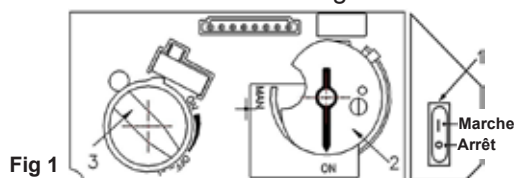
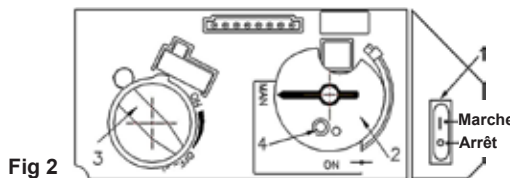
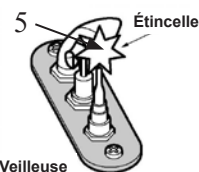

Fig 1
Fig 2
Fig 3 Veilleuse
2. **METTEZ L'INTERRUPTEUR Marche-arrêt (1) EN POSITION ARRÊT.**
- Attendez cinq (5) minutes pour laisser échapper tout le gaz. Vérifiez autour de l'appareil et près du plancher s'il y a une odeur de gaz. Si c'est le cas, **ARRÊTEZ!** Passez à l'étape B des consignes de sécurité ci-dessus. S'il n'y a pas d'odeur de gaz, passez à l'étape suivante.
3. **ALLUMAGE AUTOMATIQUE** (fig. 1) : Repérez la veilleuse (fig. 3) à gauche dans la boîte de foyer.
- Mettez l'interrupteur Marche-arrêt (1) à la position MARCHÉ, le bouton MAN (2) à la position ON; réglez le bouton d'ajustement des flammes (3) au réglage le plus bas (☺);
- Lorsque la veilleuse s'allumera, le bouton d'ajustement des flammes (3) tournera automatiquement au réglage le plus haut;
4. **ALLUMAGE MANUEL** (fig. 2) : Avec la fenêtre enlevée, repérez la veilleuse (fig. 3) à gauche dans la boîte de foyer;
- Interrupteur Marche-arrêt (1) à la position MARCHÉ, bouton MAN (2) à la position MAN; réglez le bouton du thermostat (3) à la température la plus basse (☺);
- À l'aide d'un objet pointu comme un stylo, appuyez sur le centre métallique (4) pour établir l'arrivée du gaz à la veilleuse;
- Toujours en appuyant sur le centre métallique (4), allumez le gaz à la veilleuse (5) avec une allumette;
- Continuez d'appuyer sur le centre métallique (4) pour à peu près 10 secondes; relâchez et la veilleuse restera allumée.
- Si la veilleuse s'allume mais ne reste pas allumée après plusieurs essais, tournez le bouton d'alimentation de gaz (3) à la position "OFF" (☺) et appelez votre agent de service ou votre fournisseur de gaz.
- Remplacez la fenêtre et mettez le bouton MAN (2) à la position ON; tournez le bouton de réglage des flammes (3) vers le haut (☺) ou le bas (☹) ou utilisez les boutons (🔥) et (🔥) sur la télécommande pour régler les flammes.